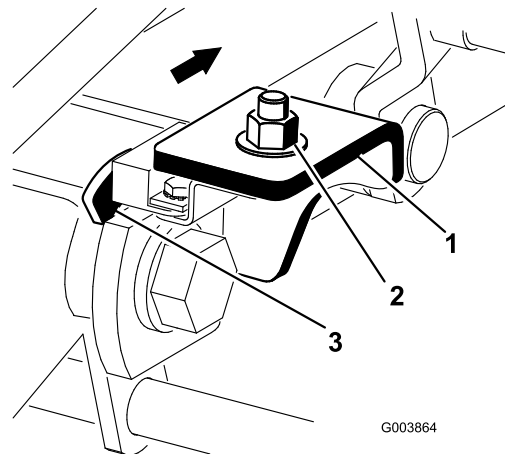

Figura 14
2. Desaperte a porca da cavilha de curso que está a fixar o suporte do interruptor do braço de elevação ao braço de elevação n.º 4 (frente esquerdo) (Figura 14).